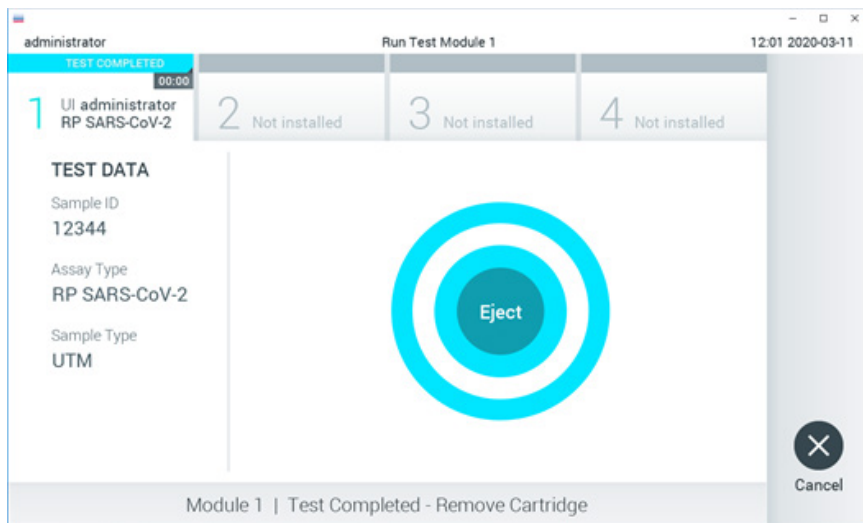

Figura 49. Exibição da tela Eject (Ejetar).
14. Após a conclusão da execução do teste, a tela Eject (Ejetar) aparecerá (Figura 49) e a barra de status dos módulos exibirá o resultado de teste de uma das seguintes formas: